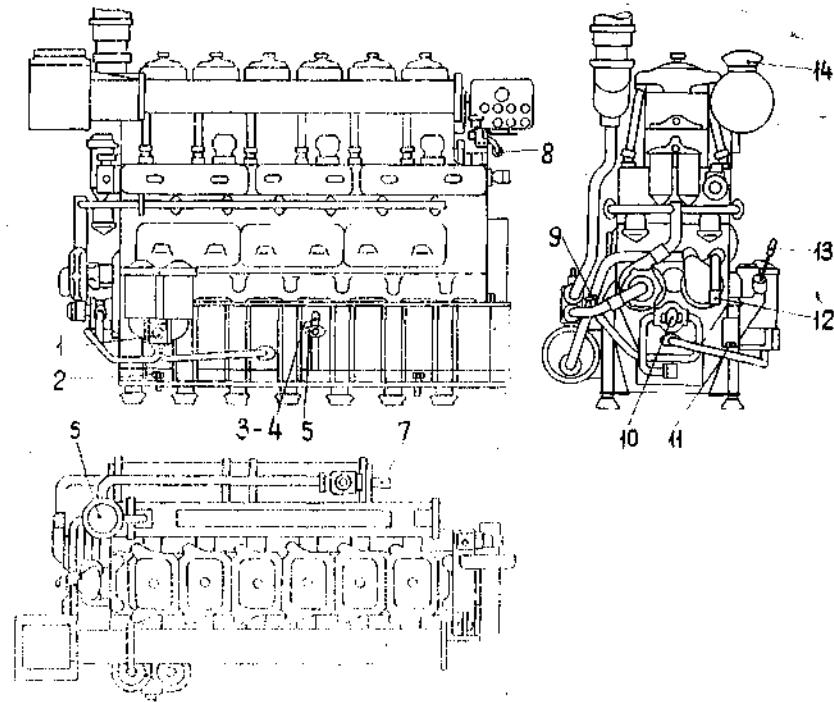

Рис. 125. Присоединение трубопроводов и расположение отдельных устройств на дизеле:
4. Присоединить к дизелю судовые топливные, воздушные, водяные и выпускной трубопроводы. Места присоединений трубопроводов показаны на рис. 125.